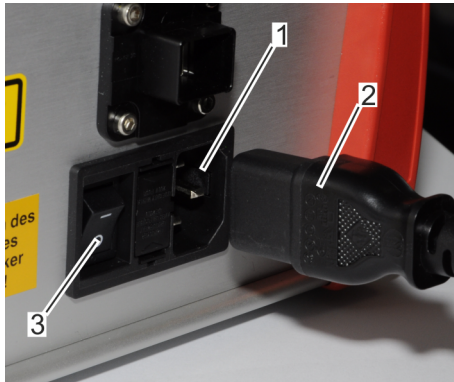

Abb. 12: Netzkabel anschließen
4. ➤ Kaltgerätestecker des Netzkabels (Abb. 12/2) an die Kaltgerätebuchse (Abb. 12/1) an der Rückseite der Auswerteeinheit stecken.
5. ➤ Kontrollieren, dass der *[Hauptschalter]* (Abb. 12/3) auf Position "0" ist.